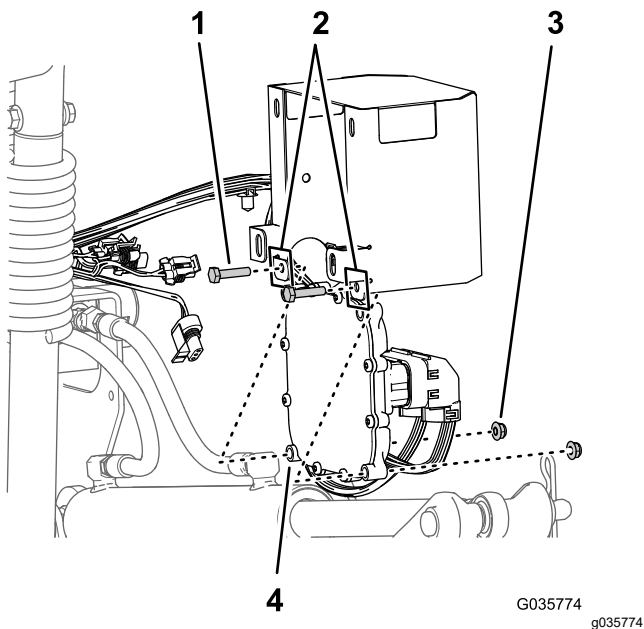

图 29
1. 将控制器盖内部的电子控制器与和盖子下后法兰中的孔对准的控制器下部外侧安装孔对齐图 29
2. 如图 29 所示用 2 个螺栓 1/4 x 1 3/8 英寸和 2 个凸缘锁紧螺母 1/4 英寸将控制器组装到盖子上。